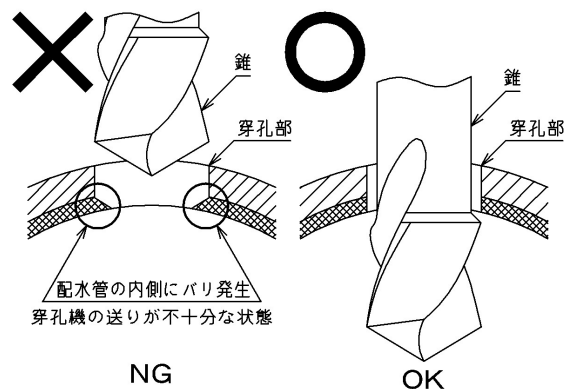

図1
* の作業を実施しなかった場合、この後行う防錆コアの装着に不具合を生じますので注意して下さい。(図1)